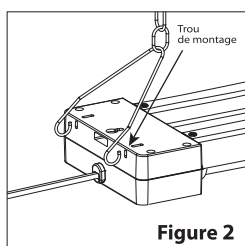

Figure 2
2. Attach chain to V-hooks then insert hooks into mounting holes located on top of fixture (See Figure 2). Do this for both ends of lamp.
2. Fixez une chaîne à chaque crochet en V et fixez les deux crochets en V aux trous des deux côtés supérieurs de la lampe (voir la figure 2).